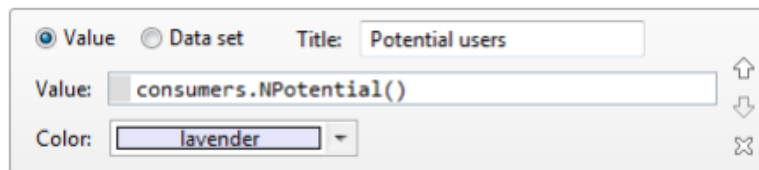

Рисунок 4.16 – Додавання ще одного елемента даних
- колір: *lavender* (рис. 4.16);